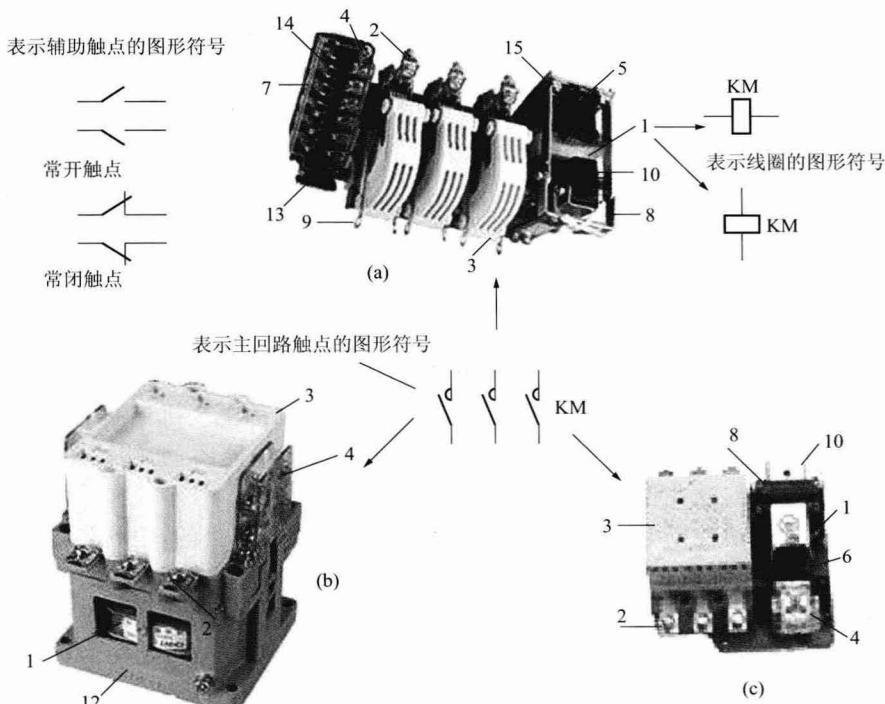

图 1 交流接触器与图形符号
(1) 交流接触器的结构。图 1(a) 所示的交流接触器为转动式平面布置、条架式结构。主触点居中,电磁系统居右,辅助触点居左,灭弧罩为翻转式。主触点为单断点的拇指形触点,辅助触点为双断点桥式触点。图 1(b) 所示的交流接触器为开启式、正状直动式结构,辅助触点安装在主触点两侧。辅助触点、主触点均为双断点结构。电磁系统位于主触点的后面,灭弧罩在前面。图 1(c) 所示的交流接触器为转动式平面布置、底板结构。主触点居左,电磁系统居右,辅助触点为双断点桥式,在电磁系统的下面。